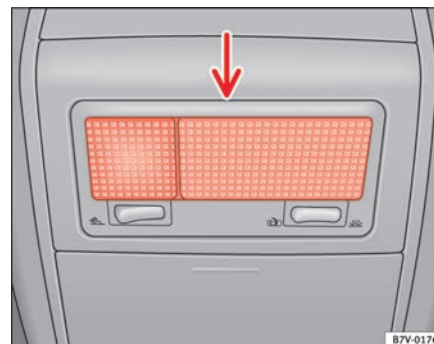

Abb. 169 Innenleuchte ▶
- Einen flachen Schraubenzieher oder einen ähnlichen Gegenstand zwischen Gehäuse und Glas (Pfeil) ⇒ Seite 257, Abb. 169 einführen und das Glas vorsichtig abnehmen.